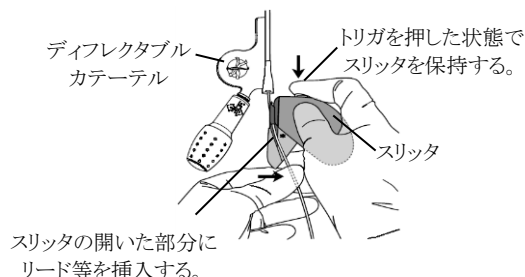

図5 スリッタ(6232ADJ型)の取付け①
(2) アジャスタブルスリッタ(6232ADJ型)を用いた方法
- トリガを押した状態でスリッタを保持し、ディフレクタブルカテーテルのハブ近くのリード等をスリッタの開いた部分に挿入する(図5)。